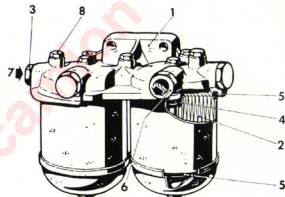

Fig. 3.4. - Filtro principal de combustible
3.5 BOMBA DE ALIMENTACIÓN Y BOMBA DE CEBADO (fig. 3.4)
Cambio del elemento filtrante en el filtro principal (fig. 3.4):